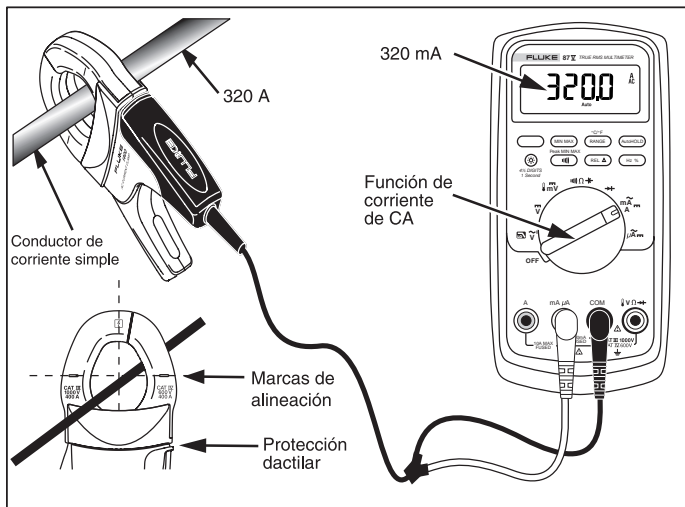

Figura 1. Configuración de i400
- No sostenga la pinza amperimétrica desde la parte posterior a la protección dactilar, vea la figura 1.
Para usar el i400, (consulte la figura 1):
3. Coloque la pinza del i400 alrededor del conductor vivo que se va a medir. Asegúrese de que las mordazas estén bien ajustadas alrededor del conductor. La pinza amperimétrica está diseñada para una exactitud óptima cuando el conductor está centrado en las marcas de alineación de la mordaza; consulte la figura 1.
Para evitar descargas eléctricas o lesiones personales, mantenga los dedos detrás de la protección dactilar; consulte la figura 1.